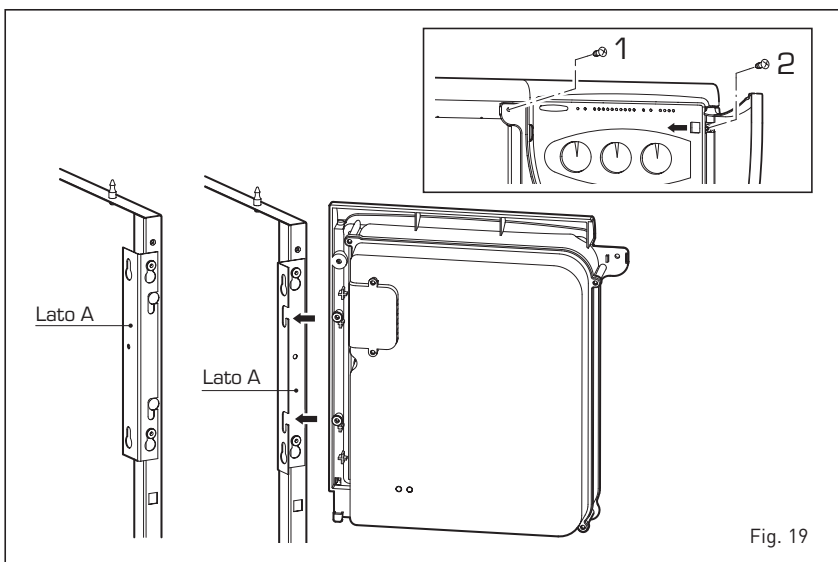

Fig. 19
4.7.1 Smontaggio coperchio mantello e pannello comandi (fig. 19)